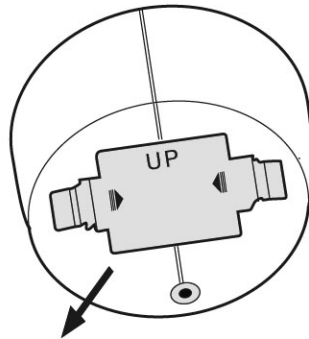

Figura 5
1. Premere il "tasto" sul vano batterie nella direzione della freccia ed estrarre il coperchio del vano batterie (Figura.5). Nota: la parola UP è incisa sul vano batterie, fare attenzione a non sbagliare direzione.